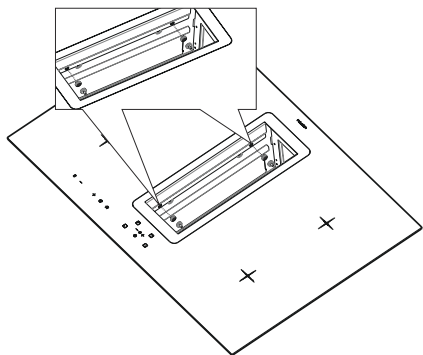

Fig. 12
- 7.** Der findes 4 skruenhuller til at fastmontere beholderen til kogepladen. Skru nu 4 skruer i hullerne for at afslutte montering af beholderen (Fig. 12).